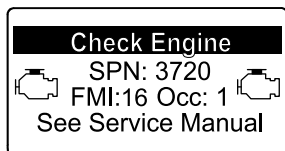

Figura 43
- Advertencia del motor SPN 3720, FMI 16 (Figura 43)